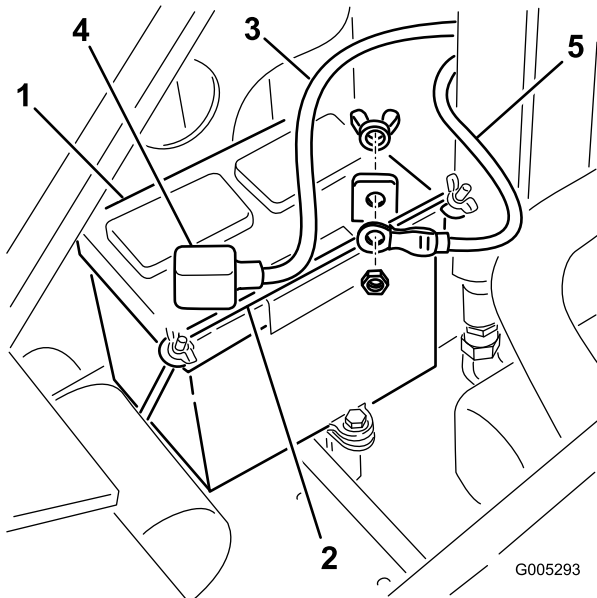

Figura 31
4. Retire las tuercas de orejeta y la barra que sujetan la batería (Figura 31).
5. Desconecte el cable negativo de tierra (negro) del borne de la batería (Figura 31). Guarde las fijaciones.
7. Desconecte el cable positivo (rojo) del borne de la batería (Figura 31). Guarde las fijaciones.
1. Usando las fijaciones que retiró anteriormente, conecte el cable positivo (rojo) al borne positivo (+) de la batería (Figura 31).
3. Usando las fijaciones que retiró anteriormente, conecte el cable negativo (negro) al borne negativo (-) de la batería (Figura 31).
4. Sujete la batería con la barra y las tuercas de orejeta (Figura 31).